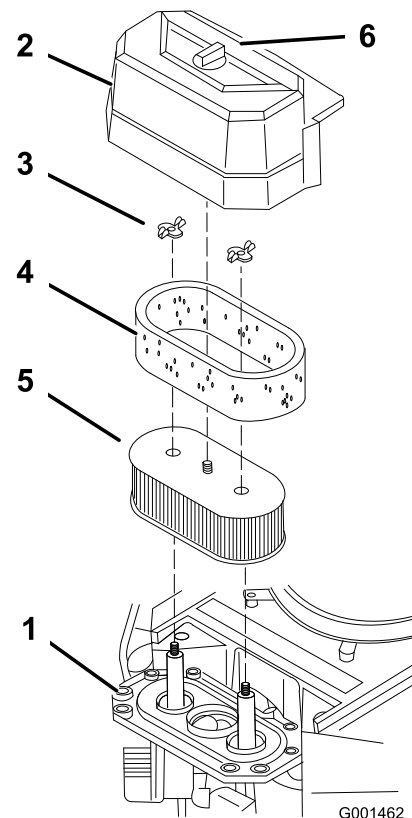

Figura 26
3. Limpie alrededor del limpiador de aire de forma que la suciedad no penetre en el motor y cause daños (Figura 26).
4. Desenrosque el pomo de la cubierta y retire la cubierta del limpiador de aire (Figura 26).
5. Desenrosque las 2 tuercas de orejeta y retire el conjunto del limpiador de aire (Figura 26).
6. Retire cuidadosamente el filtro de gomaespuma del filtro de papel (Figura 26).
1. No limpie el filtro de papel, cámbielo (Figura 26)
1. Deslice cuidadosamente el filtro de gomaespuma sobre el filtro de papel (Figura 26).
2. Coloque el conjunto del limpiador de aire sobre la base del limpiador de aire y fíjelo con 2 tuercas de orejeta (Figura 26).
3. Coloque en su posición la cubierta del limpiador de aire y apriete el pomo de la cubierta (Figura 26).